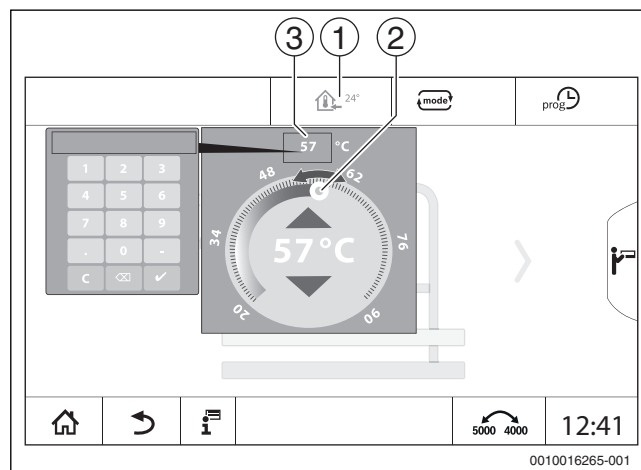

Рис. 22 Установка температуры
- Коснитесь символа температуры (→ рис. 22, [1]).
- Коснитесь круглого ползунка (→ рис. 22, [2]), удерживайте его и потяните до нужной температуры.
- Коснитесь индикации температуры (→ рис. 22, [3]) и в открывшемся числовом поле введите температуру.